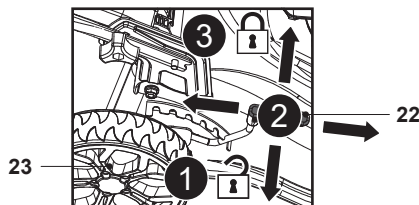

Fig. 17
1. Tirer le levier de réglage de la hauteur de coupe (22) vers la roue arrière (23) (Fig. 17, étape 1) et le maintenir dans cette position.
2. Déplacer le levier de réglage de la hauteur de coupe (22) vers l'avant ou vers l'arrière jusqu'à la hauteur de coupe souhaitée (Fig. 17, étape 2).
3. Relâcher le levier de réglage de la hauteur de coupe (22) et s'assurer qu'il s'engage correctement (Fig. 17, étape 3).